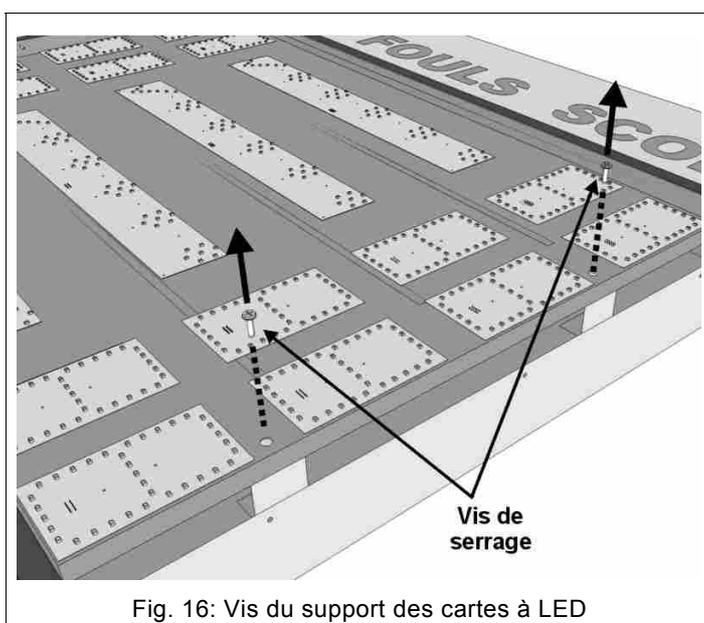

Fig. 16: Vis du support des cartes à LED
4. Dévissez les deux vis de fixation du support métallique des cartes à LED (Fig. 16), placées sur le côté droit de celui-ci, avec un tournevis cruciforme.